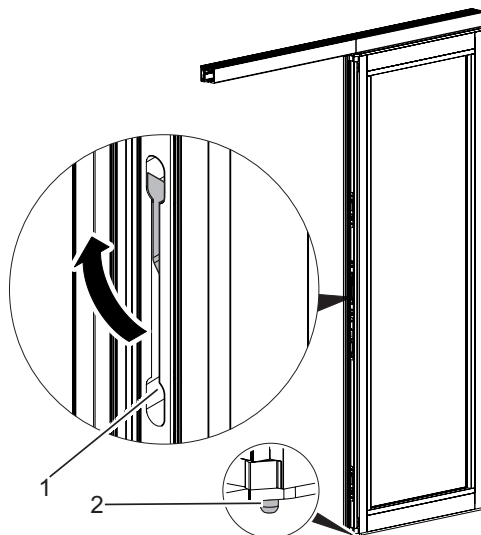

Fig. 5: Actionnement du verrou sur chant
☞ Les vantaux qui jouxtent les portes à simple action ou les vantaux pivotants-couissants sont verrouillés au moyen d'un verrou intégré dans le vantail (verrou sur chant (Fig. 5/1).
1. Basculer vers le haut le verrou sur chant du vantail coulissant (Fig. 5/1).
- ▶ L'axe de verrouillage (Fig. 5/2) est tiré vers le haut.